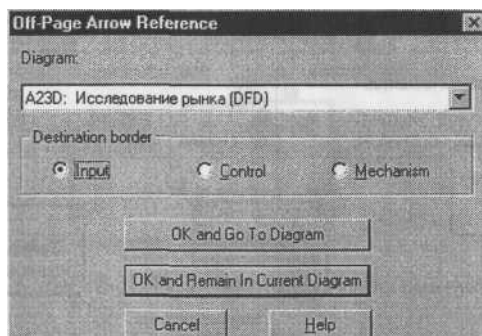

Рис. 12. Диалог Off-Page Arrow Reference
7) Правой кнопкой щелкните по наконечнику стрелки и выберите в меню Off-Page Reference. В появившемся диалоге Off-Page Arrow Reference (рис. 12) выберите в качестве диаграммы A23D «*Исследование рынка*».